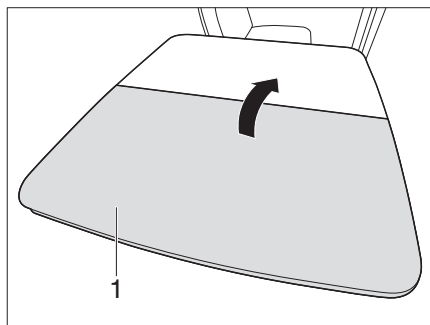

Fig. 113 Aprire il tavolo ribaltabile
- Richiudere la metà del tavolo (Fig. 113,1).